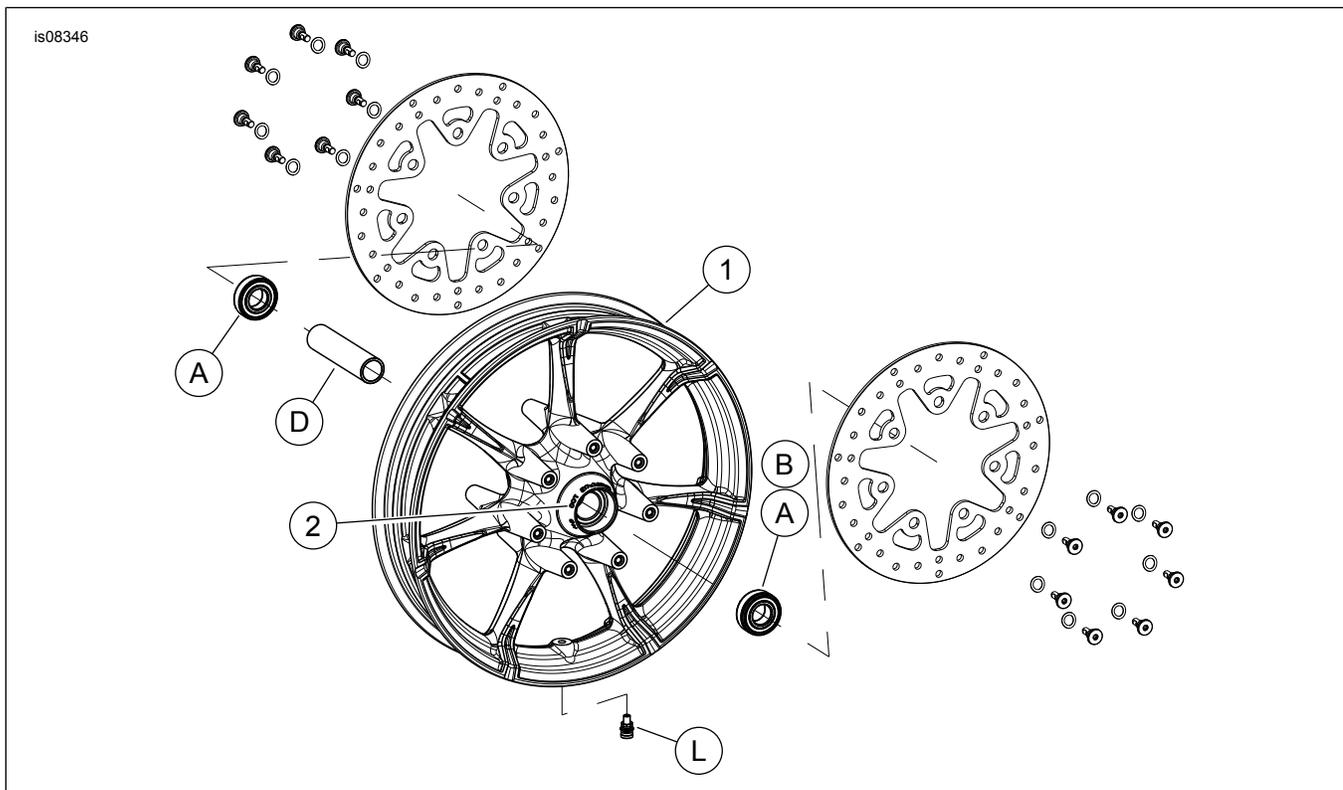

Figura 1. Piezas de servicio: Ruedas delanteras Slicer
Vea Figura 1 y las Tablas de piezas de servicio.
2. Vea la Figura 1. Instale el conjunto del vástago de la válvula (L) en la rueda. Vea el Manual de servicio.